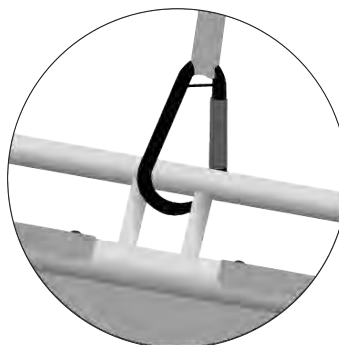

Bild 3b: Befestigung
1. Direkt an dem Metallrahmen (Bild 3b)